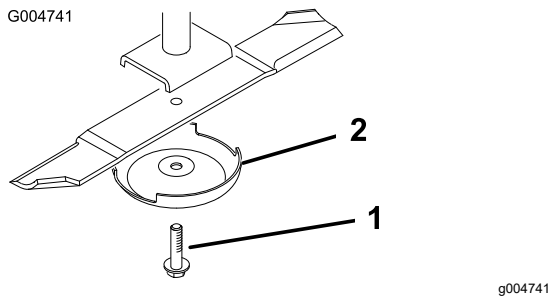

Figure 110
3. Enlevez le boulon, la coupelle de protection et la lame de l'axe de pivot (**Figure 110**).